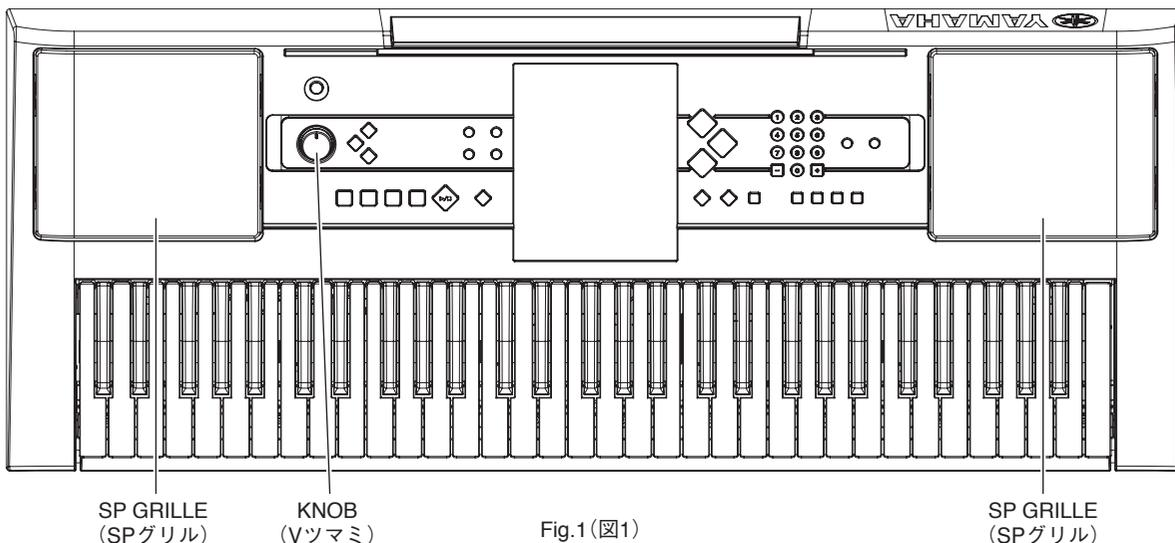
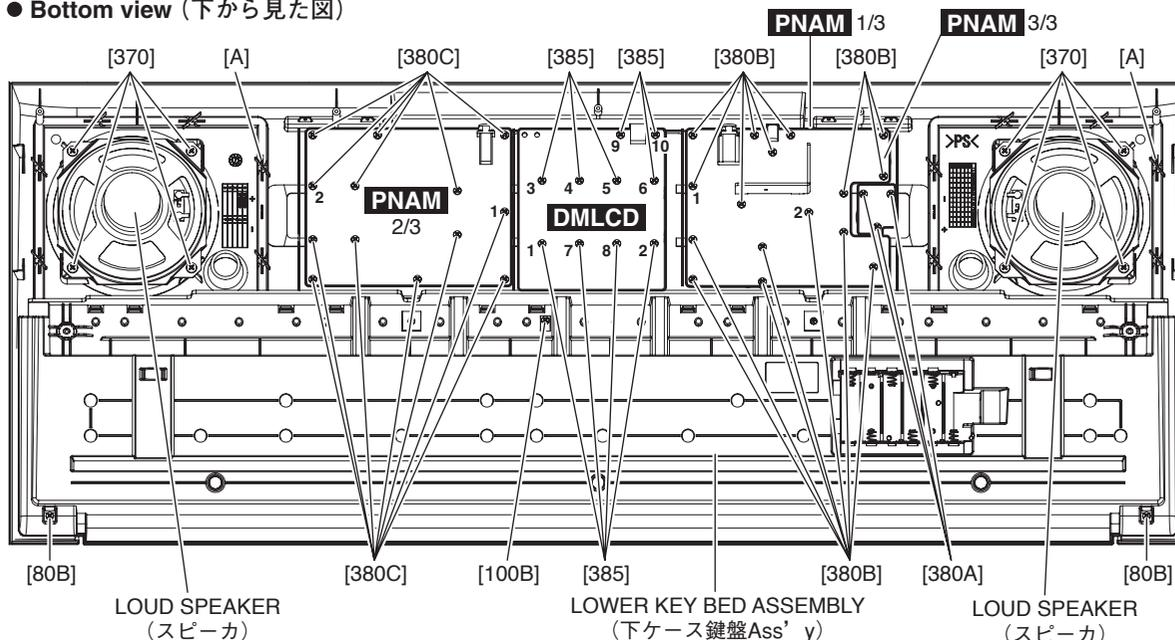

Fig.1(図1)
Fig.2(図2)
- 1-1 Remove the five (5) screws marked [80A], two (2) screws marked [90] and two (2) screws marked [100A]. The lower case assembly can then be removed. (Fig.1)
* When installing the lower case assembly, first tighten the screw marked [90] and then the remaining screws. (Fig. 1)
- 1-1 [80A]のネジ5本、[90]のネジ2本と[100A]のネジ2本を外して、下ケース Ass'y を外します。(図1)
※ 下ケース Ass'y を取り付けるときは、[90]のネジを締めてから他のネジを締めてください。(図1)
2-2 Remove the ten (10) screws marked [385]. The DMLCD circuit board can then be removed. (Fig.2)
* **When installing the DMLCD circuit board, tighten the screws 1 through 10 in numerical order. (Fig. 2)**
2-2 [385] のネジ 10 本を外して、DMLCD シートを外します。(図 2)
※ DMLCD シートを取り付けるときは、1 から 10 の順でネジを締めてください。(図 2)
(Fig. 1, Fig. 4)
4-2-2 Remove the three (3) screws marked [380A]. The PNAM circuit board 3/3 can then be removed. (Fig. 2)
4-3-2 Remove the sixteen (16) screws marked [380B]. The PNAM circuit board 1/3 can then be removed. (Fig. 2)
* **When installing the PNAM circuit board 1/3, tighten the screws 1, 2 in that order and then the remaining screws. (Fig. 2)**
4-4-1 Remove the thirteen (13) screws marked [380C]. The PNAM circuit board 2/3 can then be removed. (Fig. 2)
* **When installing the PNAM circuit board 2/3, tighten the screws 1, 2 in that order and then the remaining screws. (Fig. 2)**
5-2 Remove the four (4) screws marked [370]. The speaker can then be removed. (Fig. 2)
6-2 Align the eight (8) [A]s the groove in the upper case assembly and remove the SP grille. (Fig. 1, Fig. 2)
7-2 Remove the two (2) screws marked [80B] and screw marked [100B]. The lower key bed assembly can then be removed. (Fig. 2)
4-2-1 コントロールパネル面から V ツマミを外します。(図 1、図 4)
4-2-2 [380A] のネジ 3 本を外して、PNAM シート 3/3 を外します。(図 2)
4-3-2 [380B] のネジ 16 本を外して、PNAM シート 1/3 を外します。(図 2)
※ PNAM シート 1/3 を取り付けるときは、1、2 の順でネジを締めてから他のネジを締めてください。(図 2)
4-4-1 [380C] のネジ 13 本を外して、PNAM シート 2/3 を外します。(図 2)
※ PNAM シート 2/3 を取り付けるときは、1、2 の順でネジを締めてから他のネジを締めてください。(図 2)
5-2 [370] のネジ 4 本を外して、スピーカを外します。(図 2)
6-2 [A] の 8箇所を、上ケース Ass'y の溝と平行にして、SP グリルを外します。(図 1、図 2)
7-2 [80B] のネジ 2 本と、[100B] のネジ 1 本を外して、下ケース鍵盤 Ass'y を外します。(図 2)